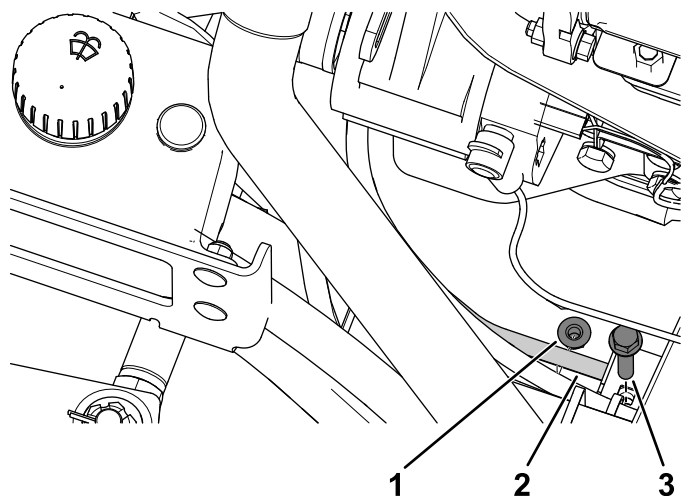

Figura 32
12. Retire el perno y la tuerca del bastidor de la manguera hidráulica (Figura 32).